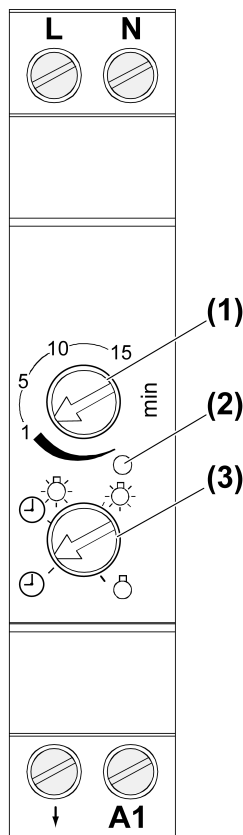

Bild 1: REG-Automat
- Nachlaufzeit einstellen. Einsteller (1) (Bild 1) drehen.
- Betriebsart einstellen. Einsteller (3) (Bild 1) drehen.